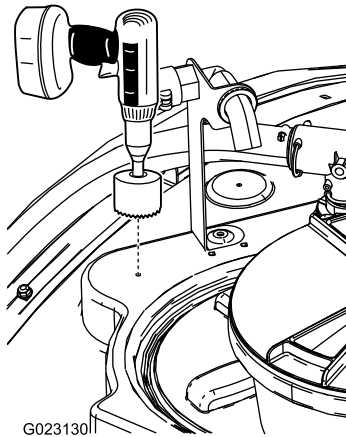

Figura 14
1. Localice la posición delantera en la parte superior del depósito según se muestra en Figura 14.
2. Utilice una broca de corona de 9 cm (3-5/8 pulgadas) para perforar un taladro en el punto marcado (Figura 14).